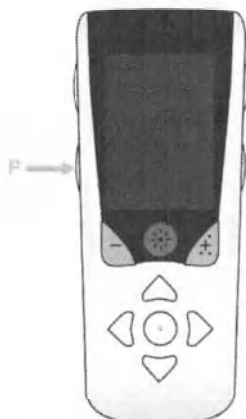
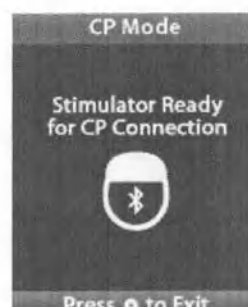

Рисунок 1. Кнопка Programs (Программы) на пульте дистанционного управления
Рисунок 2. Стимулятор готов для подключения к КП
- (а). На экране **блокировки** нажмите и удерживайте кнопку **P** до тех пор, пока на экране не отобразится сообщение «Stimulator Ready for CP Connection» (Стимулятор готов для подключения к КПУ) (Рисунок 1 и Рисунок 2).